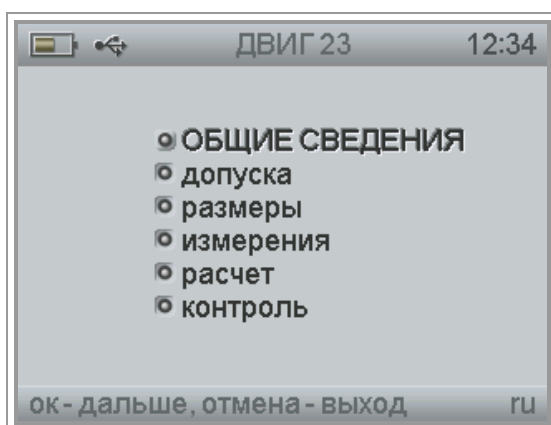

Рис. 4-60. Вид окна «Открыть» со списком доступных параметров для просмотра.
- Выбор нужного отчета осуществляется курсором и нажатием кнопки «Ввод». Появится окно, позволяющее выбрать и просмотреть интересные параметры выполненной центровки (Рис. 4-60).